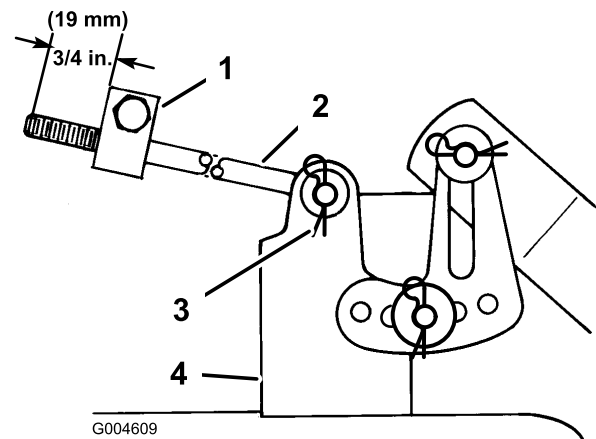

Figure 47
11. Mesurez la longueur de tige qui dépasse de l'avant du bloc de réglage sur les côtés du châssis (Figure 47). Si la longueur n'est pas égale à 19 mm, enlevez la goupille fendue et la rondelle de l'extrémité de la tige (Figure 47), puis vissez ou dévissez la tige jusqu'à obtention de la longueur requise.